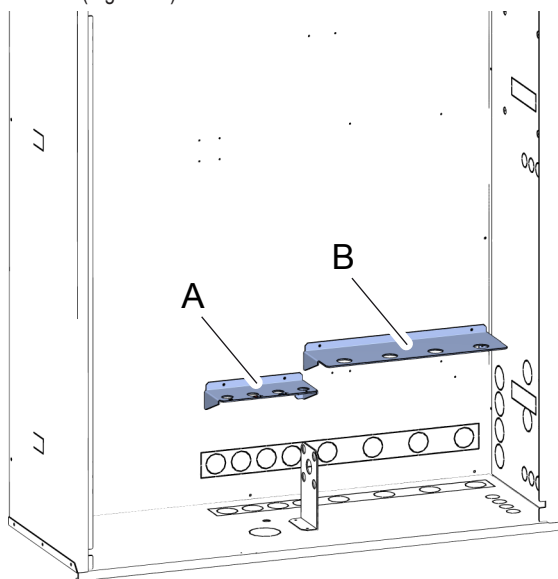
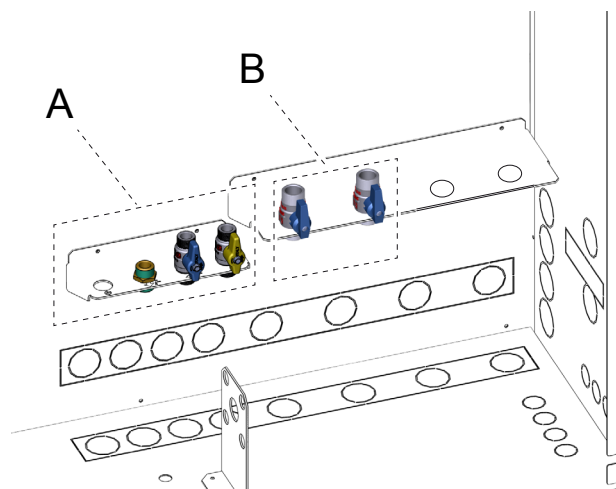

fig. 11 -
fig. 13 -
Montare staffa A ("fig. 11 -") al fondo dell'armadio utilizzando 4 viti autofilettanti.
Montare staffa B ("fig. 11 -") al fondo dell'armadio utilizzando 4 viti autofilettanti.
Montare sulla staffa di sinistra (part. A "fig. 13 -") niplo (mandata ACS), rubinetto ingresso acqua fredda, rubinetto gas metano bloccandoli alla staffa utilizzando 3 ghiera.
Montare sulla staffa di destra (part. B "fig. 13 -") rubinetto ritorno e mandata impianto bloccandoli alla staffa utilizzando 2 ghiera.
**NOTA:** Se il sistema prevede kit di distribuzione con pompe di rilancio la staffa (part. B "fig. 11 -") e i relativi rubinetti (part. B "fig. 13 -") non vanno montati. Per maggiori dettagli vedi paragrafo "4.14 Installazione kit distribuzione zona diretta con collettore" a pagina 25).